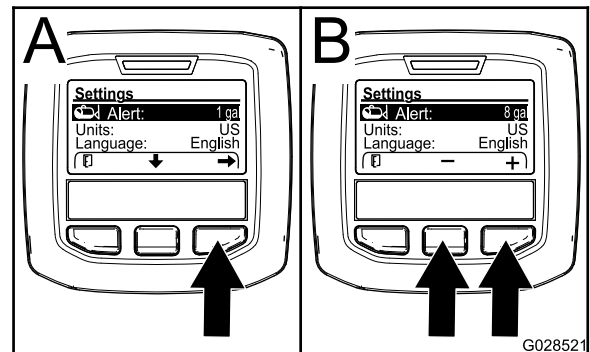

Figure 70
- Appuyez sur le bouton de sélection central pour mettre en surbrillance le réglage Alerte (Figure 70).
- Appuyez sur le bouton de sélection droit (Figure 70).
- Utilisez le bouton de sélection central ou droit pour entrer la quantité minimum dans la cuve à laquelle l'alerte s'affichera pendant le fonctionnement du pulvérisateur (Figure 70).